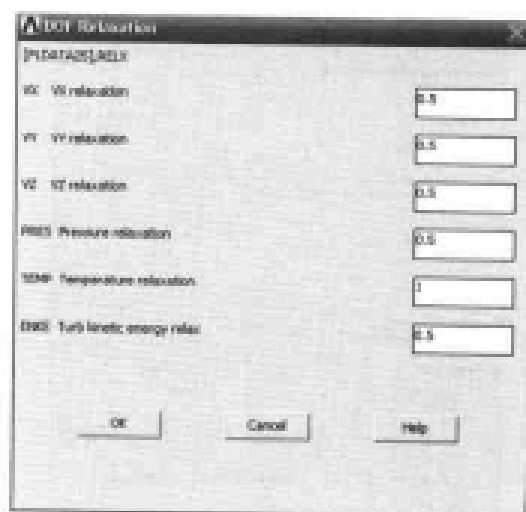

图 14-24 温度载荷松弛因子设置对话框
(9) 选择 Main Menu | Solution | FLOTRAN Set Up | Relax/Stab/Cap | DOF Relaxation 命令, 出现 DOF Relaxation 对话框, 在 TEMP Temperature relaxation 文本框中输入 1, 其余选项均采用默认设置, 如图 14-24 所示, 单击 OK 按钮关闭该对话框。